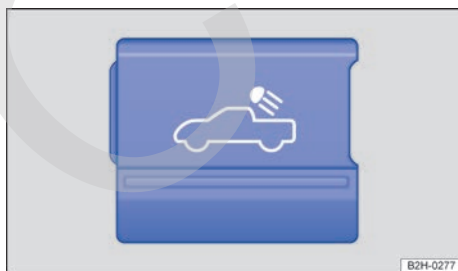

Fig. 80 En la consola central: tecla de la luz de la superficie de carga. ▶
La luz de la superficie de carga se enciende pulsando la tecla → fig. 80 con el encendido *desconectado*.
- Pulsando la tecla → fig. 80.
- Presione el mando ① **A** hacia la izquierda o hacia la derecha.
- **O BIEN:** pulse la tecla → fig. 80.
- **O BIEN:** presione el mando ① hasta situarlo en la posición central.